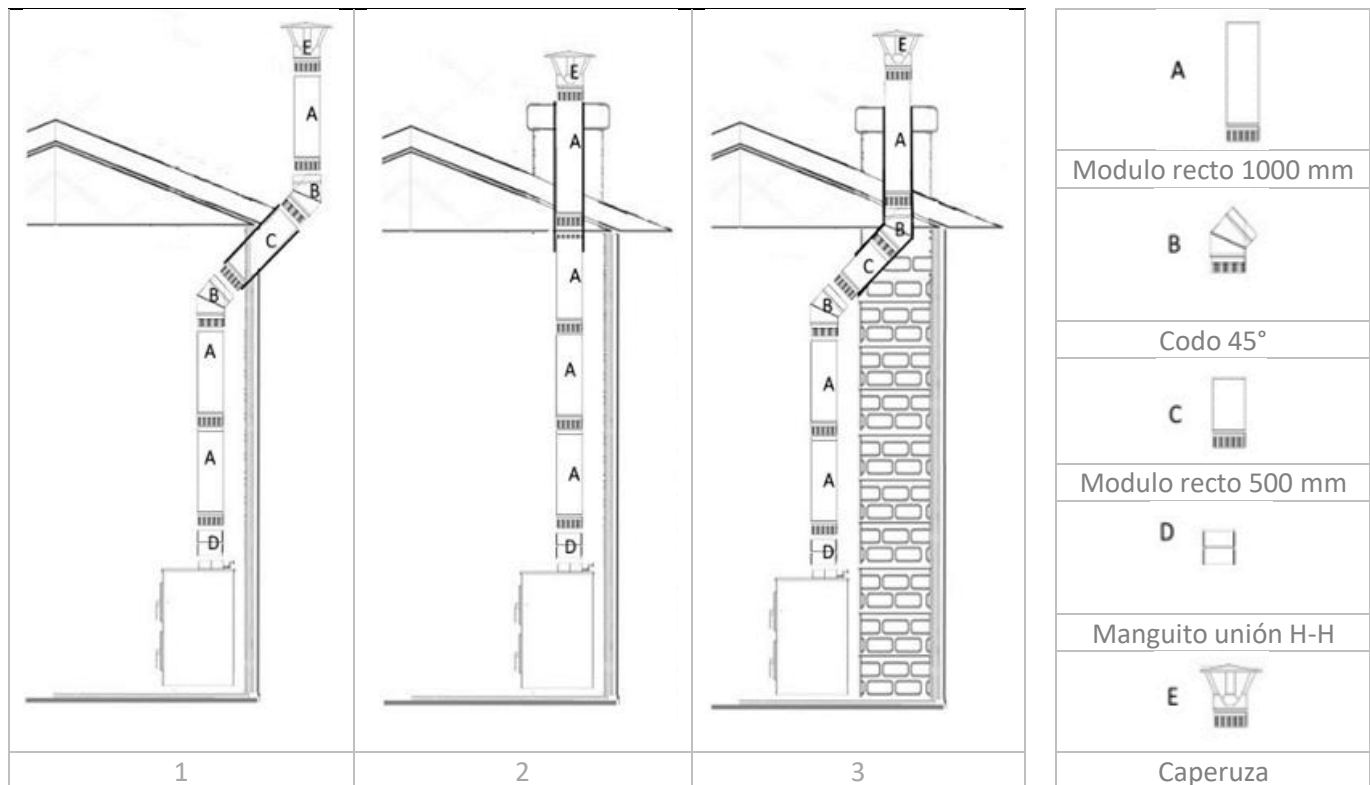

Figura 2
- 3. TRAMO VERTICAL (A).** La longitud total requerida de tubo vertical hasta el tejado para un tiro natural (depresión de los humos) puede ser diferente en cada instalación con dependencia de diversos factores, pero por lo general puede oscilar desde los 4 m hasta 6 m aproximadamente. No obstante, se garantiza un funcionamiento óptimo del aparato con una depresión mínima en torno a  $\pm 15$  Pa (pascales).
- 4. CURVAS (B).** Si existe la necesidad de uso de curvas (*véase el dibujo 1 y 2 de la figura 2*), se proveerá una conexión de los conductos mediante codos. Estos podrán ser de hasta  $45^\circ$  y no deben sufrir estrechamientos. Además, se atenderá lo siguiente:
- 5. TRAMO HORIZONTAL (C).** El conducto de unión o tramo horizontal de la chimenea deberá diseñarse con la mínima longitud posible y evitando al máximo los cambios de dirección y de sección y conforme a esto se atenderá lo siguiente:
- 6. MANGUITO UNION (D).** Para la correcta unión del conducto vertical con el collarín m (macho) de salida de humos de la estufa se requiere un manguito h/h (hembra/hembra) de tal modo que el extremo m (macho del tubo vertical quede hacia abajo).
- 7. REMATE DE LA CHIMENEA (E).** Para el correcto funcionamiento de la evacuación de humos y evitar la acción del viento se requieren unas distancias mínimas del remate de la chimenea. Véase la siguiente figura: